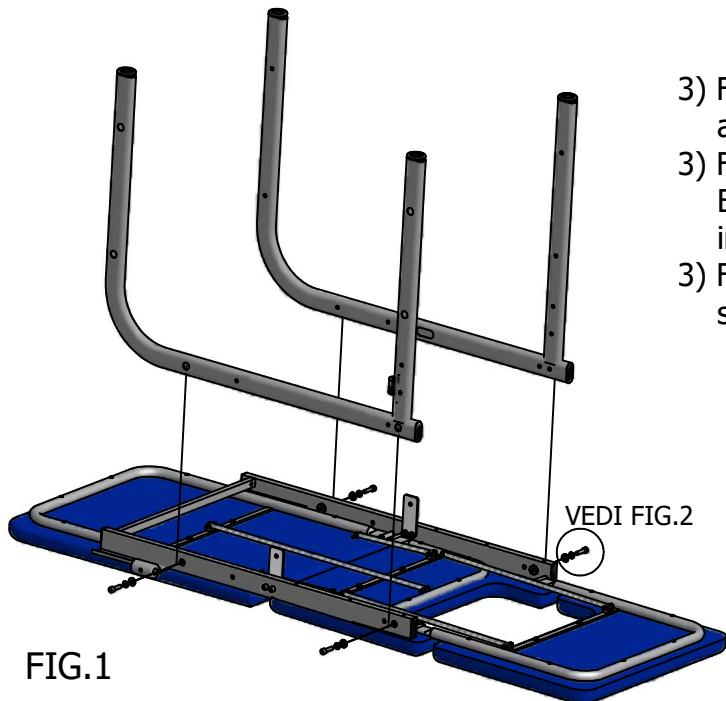

FIG.1
- 2) Posizionare le gambe in corrispondenza dei fori delle viti presenti sul telaio (FIG.1).
- 2) Position the legs in correspondence with the screw holes on the frame (FIG.1).
- 2) Positionner les pieds en correspondance des trous des vis présents sur le châssis (FIG.1).